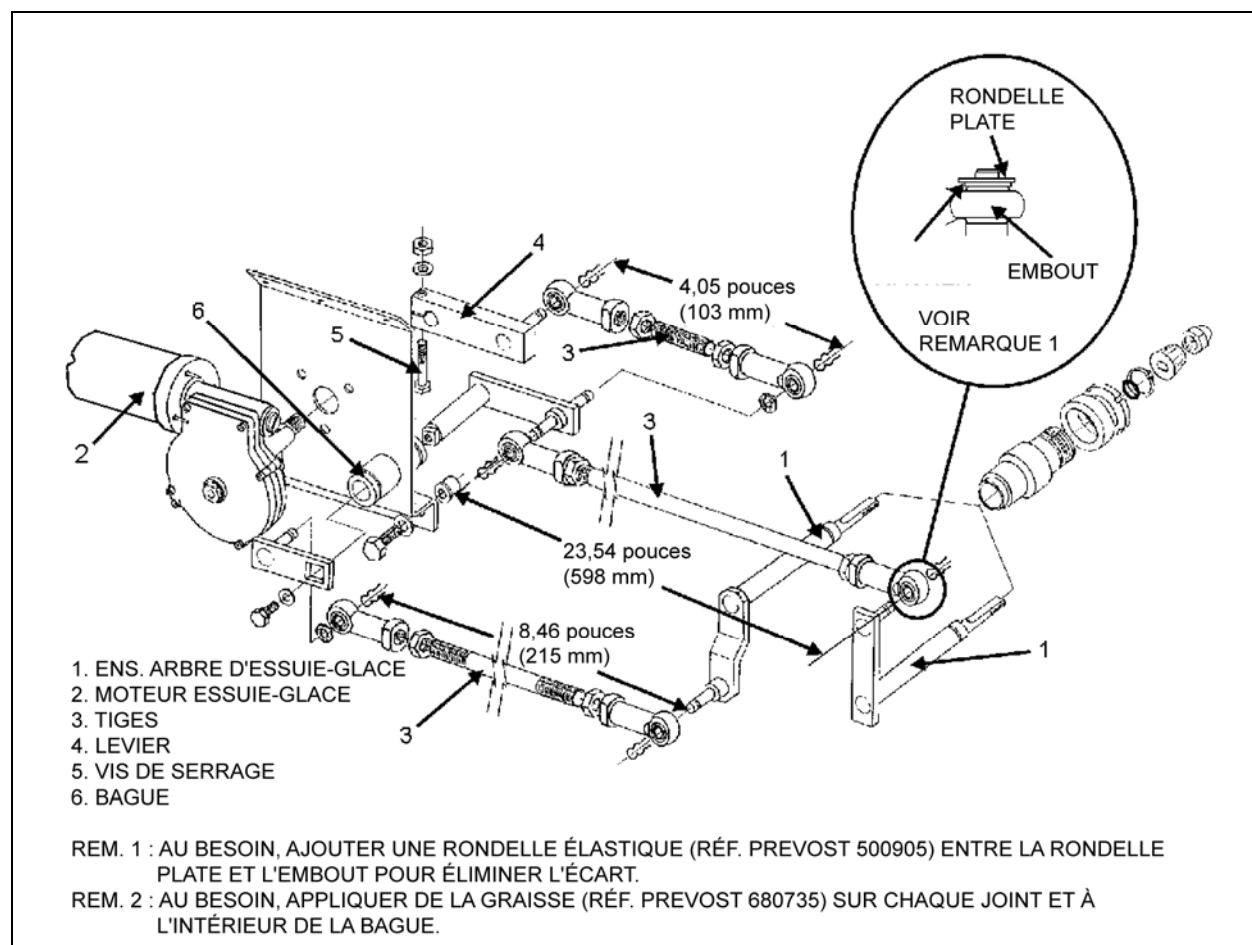

FIGURE 39: ESSUIE-GLACE SUPÉRIEUR
7. Desserrer le boulon qui fixe le levier à l'extrémité de l'arbre d'entraînement du moteur (Figure 39).